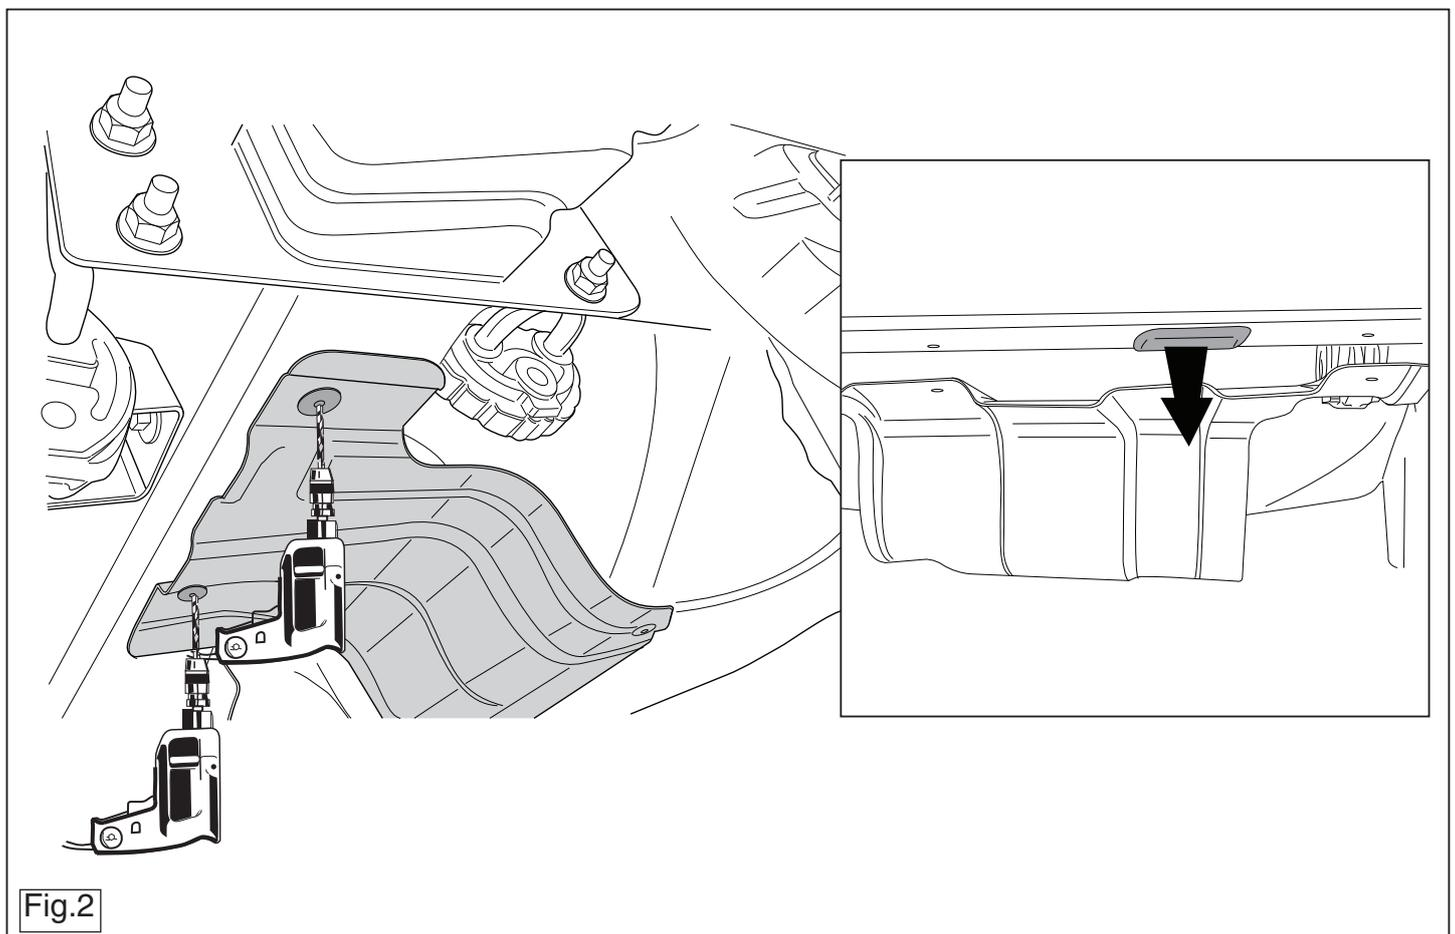

Fig.2
3. Verwijder t.p.v. de aangegeven punten de rubberen doppen (zie fig. 2).
2. Remove the back exhaust silencer and loosen the heat shield. (See figure 2).
3. Remove the rubber caps at the points indicated (see fig. 2).
2. Den hintersten Auspuff-Schalldämpfer abmontieren und das Hitzeschild lösen. (Siehe Abbildung 2).
3. Bei den angegebenen Punkten die Gummikappen entfernen (siehe Abb. 2).
2. Démonter l'échappement du silencieux arrière et détacher le bouclier thermique. (Voir la figure 2).
3. Enlever les bouchons en caoutchouc à l'emplacement des points indiqués (voir la fig.2).
3. Avlägsna gummikåporna vid de markerade punkterna (se fig. 2).
2. Demonter den bageste lydpotte og løsn varmeskjoldet. (Se fig. 2).
3. Fjern gummikapslerne ved de markerede punkter (jævnfør fig. 2).
2. Снять последний глушитель выхлопа и теплозащитный экран. (См. рисунок 2).
3. Удалить резиновые пробки в указанных точках (см. рис. 2).